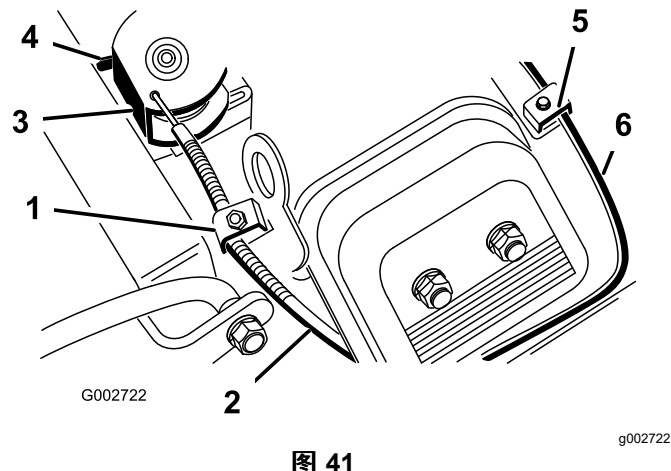

图 41
2. 松开将油门拉线固定到发动机上的夹紧螺丝图 41。
4. 拉紧油门拉线直至转盘的后部接触到限位器 图 41。
2. 松开将阻风门拉线固定到发动机上的拉线夹紧螺丝 图 41。
4. 拉紧阻风门拉线 图 41 直至蝶形阻风门完全关闭然后旋紧拉线夹紧螺丝。